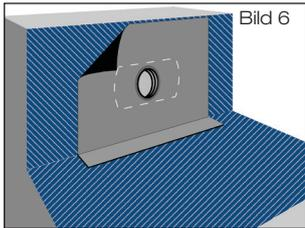

Bild 6
1.7 Bei bituminösen Dampfsperren sind Decke und Wand mit Bitumen-Voranstrich zu versehen (Bild 6 bzw. 6A). Hochpolymere Dampfsperren sind gemäß der Verlegevorschriften des Folienherstellers auf dem Untergrund zu fixieren.